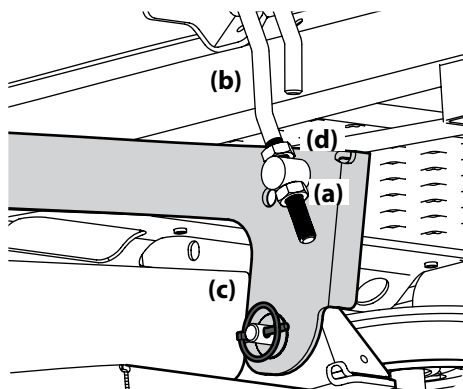

Figura 4-6
- Afloje la contratuerca inferior (a) del brazo de elevación ajustable (b) que está conectado al brazo de elevación de la plataforma (c) a fin de bajar la plataforma y ajuste la contratuerca superior (d) para sujetar la plataforma en su lugar, afloje la contratuerca superior (d), luego ajuste la contratuerca inferior (a) para sujetar la plataforma en su lugar. Consulte Figura 4-6.